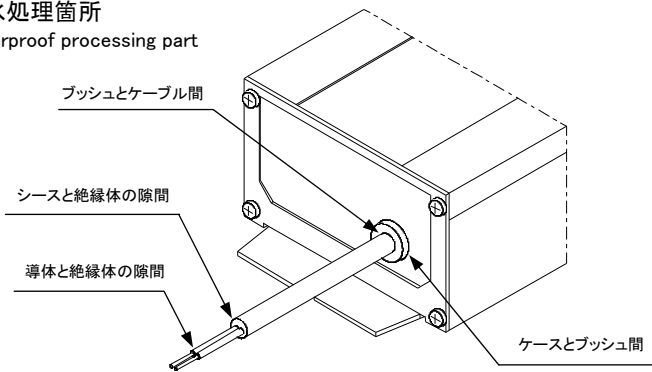

図 7
- 一時的にでも水の影響を受ける場所に設置する場合は、図6、図7のように電線接続部全体及びケーブルとブッシュ部に防水処理を行ってください。（結露状態も含みます）